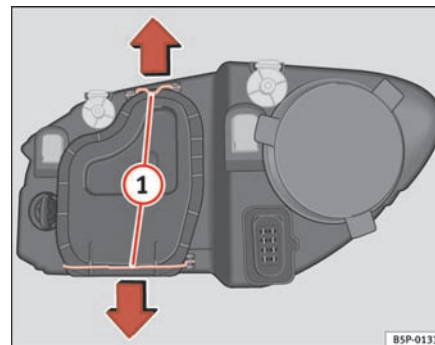

Fig. 188 Luz de cruce
- Desplace los tirantes ⇒ página 268, fig. 188 ① en el sentido de la flecha y saque la tapa.